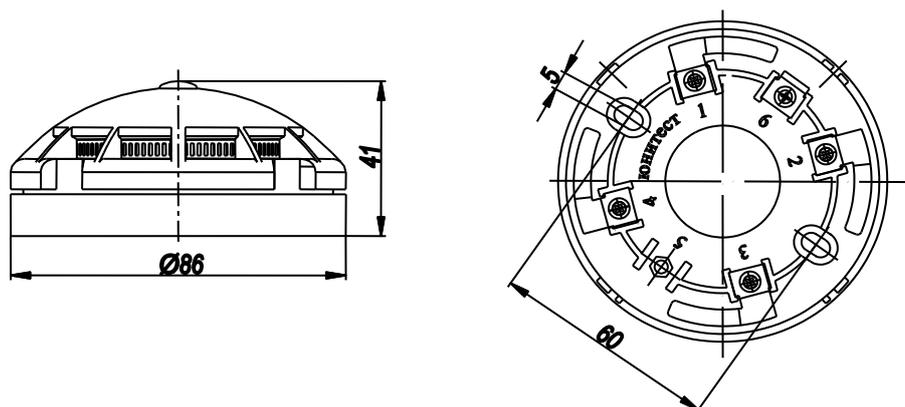
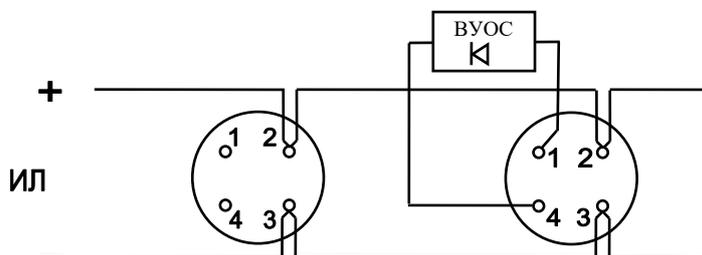

Рис.1. Габаритные и установочные размеры извещателя.
Рис.2. Схемы включения извещателя в адресную линию АПКП
2.1.4. Установить базы извещателей согласно проекту. Габаритные и установочные размеры извещателя показаны на рис.1, схемы подключения – на рис.2.